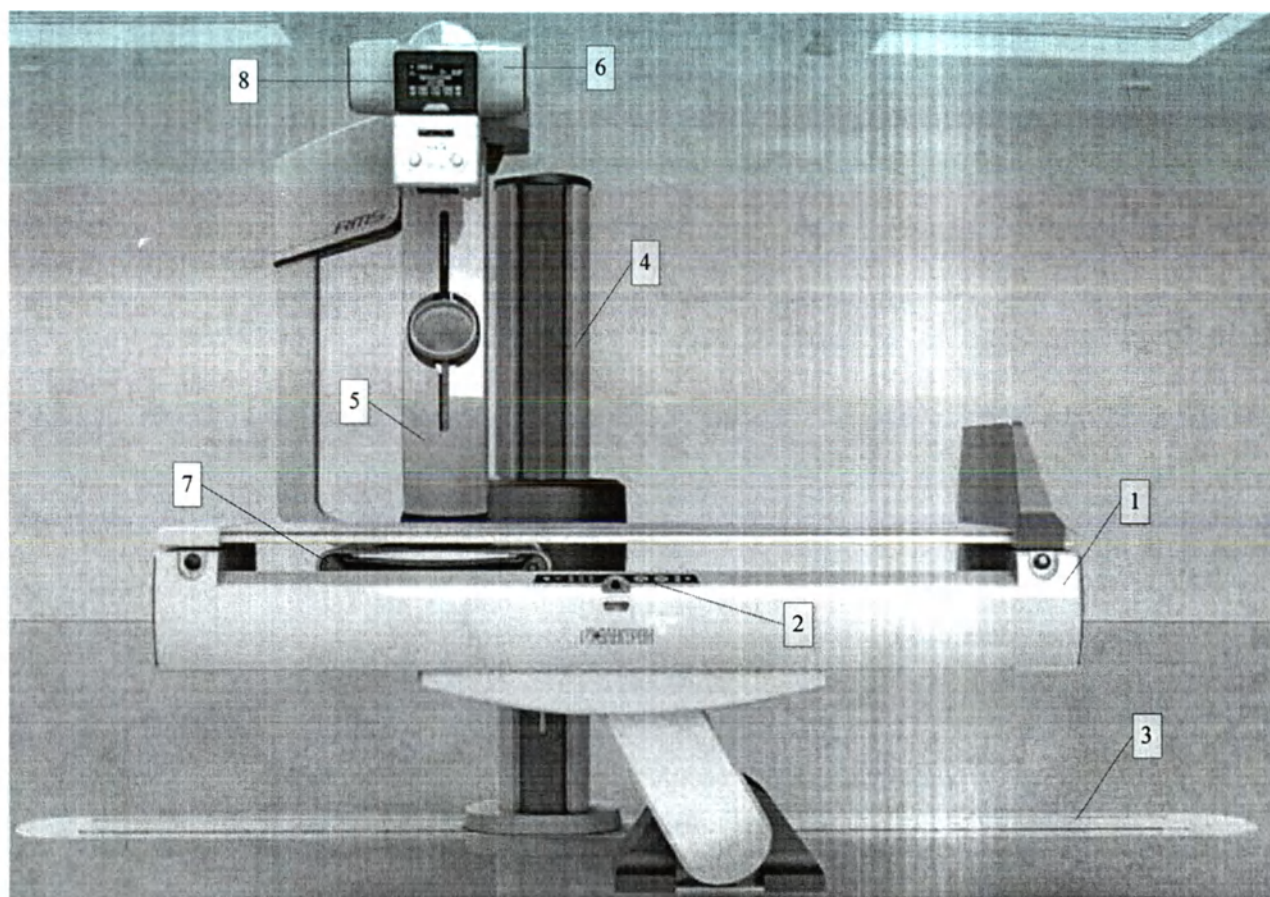

Рисунок 1.1 – Аппарат рентгенодиагностический телеуправляемый АРТ
В состав аппарата (см. Рисунок 1.1) входят следующие основные компоненты:
- 1) Стол-штатив поворотный (далее – СШП или стол) (см. Рисунок 1.1, поз. 1):
- пульт управления стола (см. Рисунок 1.1, поз. 2).
- основание (см. Рисунок 1.1, поз. 3);
- колонна (см. Рисунок 1.1, поз. 4) (далее - колонна ШМ);
- U-дуга (см. Рисунок 1.1, поз. 5).
- Излучатель рентгеновский (с коллиматором) (см. Рисунок 1.1, поз. 7).
- 1) пульт управления на излучателе (см. Рисунок 1.1, поз. 8).
– Приемник рентгеновского изображения (см. Рисунок 1.1, поз. 7)